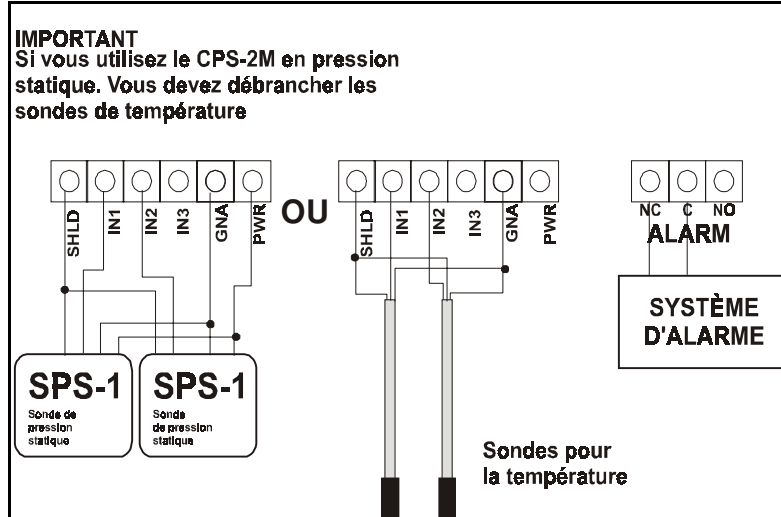
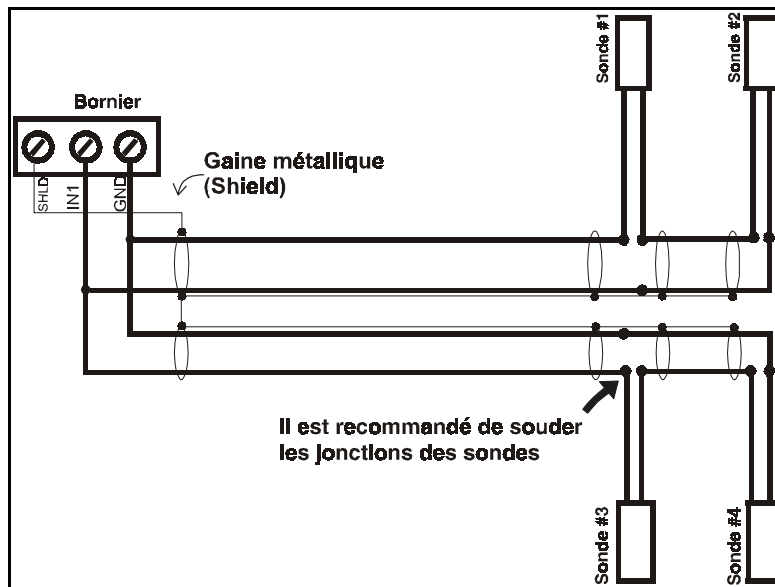

Figure 2
Figure 3
Les connexions d'une sonde pour la température et d'une sonde pour la pression statique sont illustrées à la figure 2, tandis que les connexions des sondes pour une moyenne de la température sont illustrées à la figure 3.
Branchez les deux conducteurs et le blindage aux bornes intitulées IN1 et IN2 pour la chambre 2 (voir figure 2).
Pour installer correctement une sonde de pression statique SPS-1, se référer au manuel d'installation compris avec l'unité. Branchez la sonde de pression statique aux bornes du CPS-2 IN1, (IN2 pour la chambre 2), PWR et GND tel qu'illustré à la figure 2.
Faites les branchements normalement ouvert (NO) ou normalement fermé (NC) comme indiqués à la figure 2.